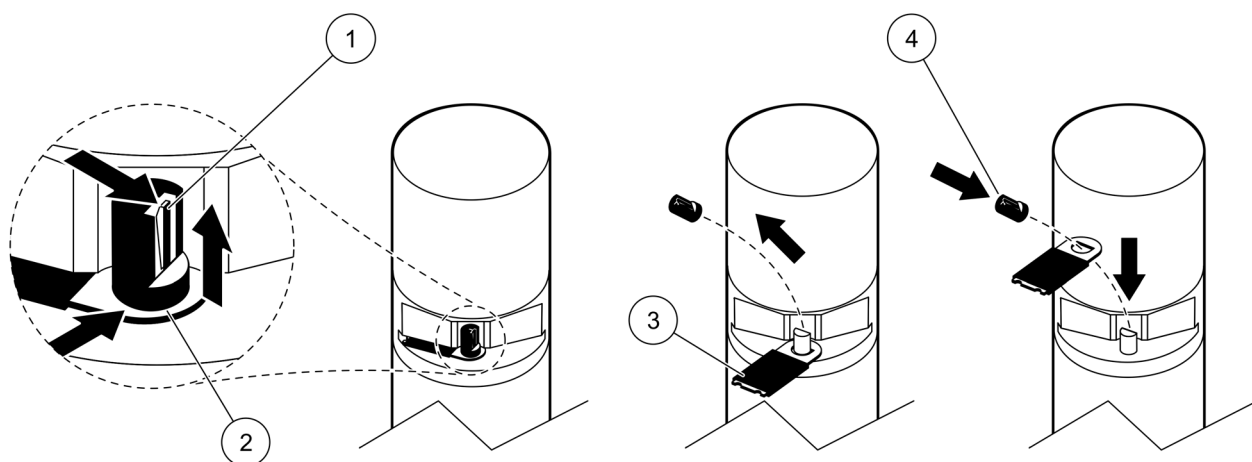

Figure 8 Remplacement du balai
Pour remplacer le balai, reportez-vous à la Figure 8 et suivez les étapes ci-dessous.
9. Soulevez la languette de retenue (Figure 8, élément 1), levez le bas du capuchon et retirez-le (Figure 8, éléments 2 et 3).
11. Le racleur sort automatiquement. Remplacez le balai (Figure 8, élément 4) et remettez le capuchon en place (Figure 8, élément 5).